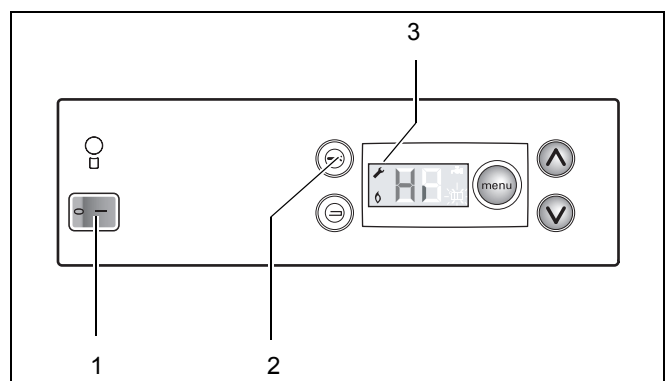

Fig. 30 DBA – Mod Hi
- Se pune în funcțiune cazanul prin poziționarea comutatorului de funcționare pe "1" (Fig. 30, Poz. 1).
- Se scoate cazanul din funcțiune prin poziționarea comutatorului de funcțiune la DBA (Fig. 30, Poz. 1) pe "0".
- Cazanul se pune în funcțiune prin poziționarea comutatorului de funcționare pe "1" (Fig. 30, Poz. 1).
- Selectați cazanul pentru modul "Hi" - prin apăsarea de două ori a tastei de service (Fig. 30, Poz. 2), până ce pe display stânga sus apare simbolul unei șurubelnițe (Fig. 30, Poz. 3) (vezi Meniul 2: "Regim de service" la pagina 21).
- Se scoate cazanul din funcțiune prin poziționarea comutatorului de funcționare pe "0" (Fig. 30, Poz. 1).
- Cazanul se scoate din funcțiune prin poziționarea comutatorului de funcționare pe "0" (Fig. 30, Poz. 1).